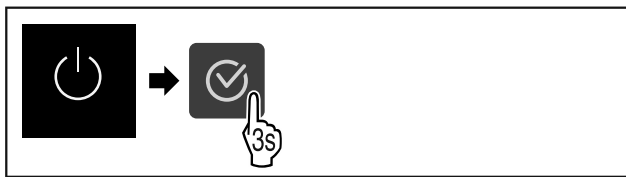

Fig. 61
- ▶ Handlungsschritte (siehe Fig. 61) durchführen.